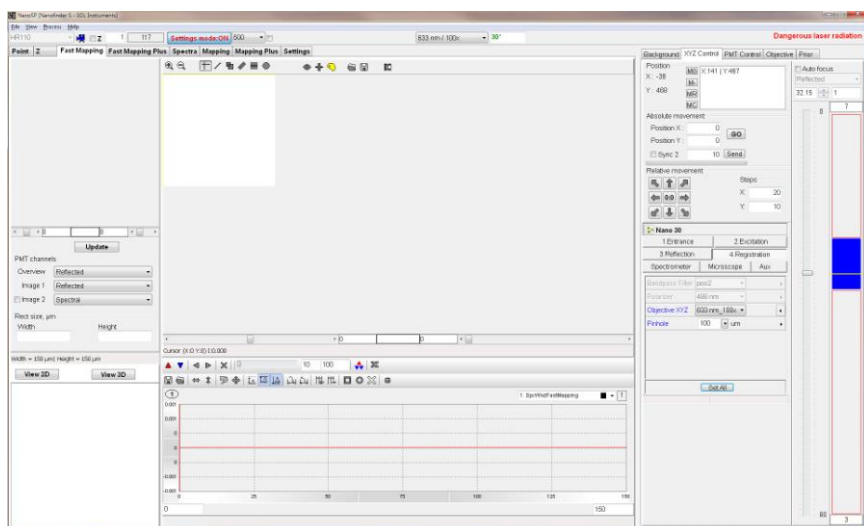

Рис. 4.1. Режим “Fast Mapping”
Для работы в режиме “Fast Mapping” перейдите в соответствующее окно программы (Рис. 4.1).
7. Перейти во вкладку “Fast Mapping” (см. рисунок 4.1).